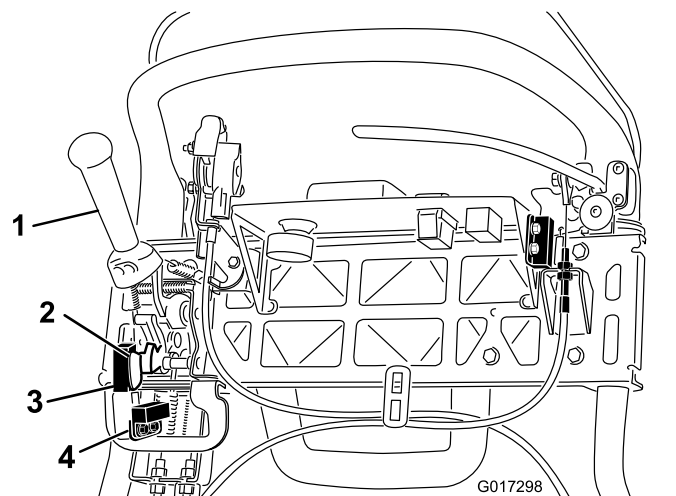

Figura 37
- Allentate i dispositivi di fissaggio del microinterruttore di sicurezza (Figura 37).
- Inserite uno spessore di 1,6 mm fra la leva della trazione ed il microinterruttore (Figura 37).
- Allentate i dispositivi di fissaggio del sensore di tosatura (Figura 37).
- Inserite uno spessore di 1,6 mm fra il contrassegno del sensore di tosatura e il sensore stesso (Figura 37).